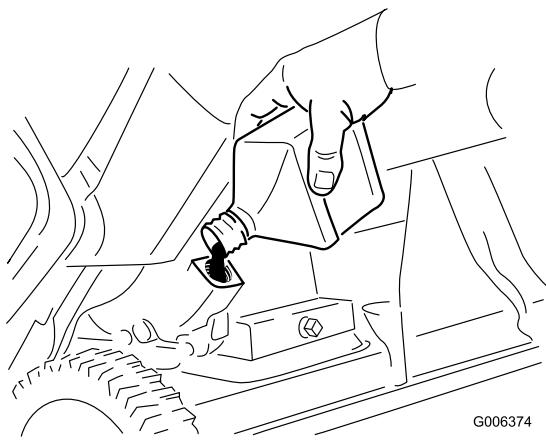

Figure 32
- 8. La machine étant en position d'utilisation, versez **lentement** de l'huile dans l'orifice de remplissage. Patiencez 3 minutes pour donner le temps à l'huile de se stabiliser et ajoutez une quantité suffisante pour atteindre le point de trop-plein. Il ne devrait rester que très peu, voire pas du tout d'huile dans le bidon (Figure 32).